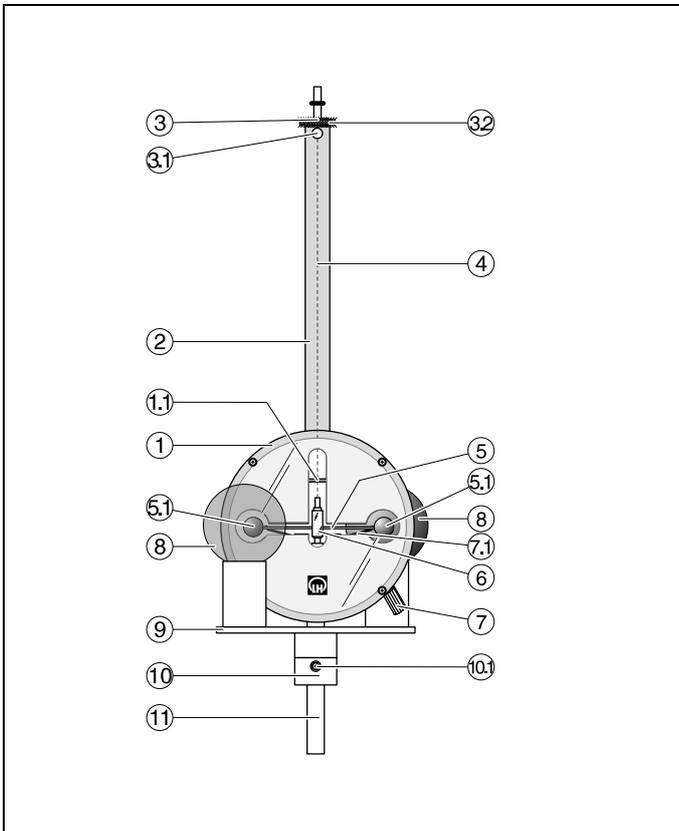

Fig.2
- Arretierschrauben ⑦ für das Schwingungssystem - siehe Fig. 2 - erst lösen, wenn das Gerät ordnungsgemäß montiert und in Versuchsposition gebracht ist.
Rändelschraube (3.1) - siehe Fig. 2 - zur Fixierung des bei Lieferung vorjustierten Torsionskopf nur dann geringfügig lockern, wenn nach ordnungsgemäßer Montage der Drehwaage bei deren Inbetriebnahme eine Feinjustierung des Nullpunktes erforderlich sein sollte.
Madenschraube (3.2) - siehe Fig. 2 - zur Fixierung des Pendelhalters nur lösen beim Austausch des Torsionsbandes gemäß Abschnitt 4.
- Do not unscrew the oscillating system's locking screws ⑦ - see Fig. 2 - before the device has been correctly assembled and brought into position.
The knurled screw (3.1) - see Fig. 2 - for fixing the torsion head (preadjusted on delivery) is only to be slightly loosened if a fine adjustment of the zero point proves necessary on putting the correctly-assembled torsion balance into operation. The grub screw (3.2) - see Fig. 2 - for fixing the pendulum holder is only to be loosened when replacing the torsion band as described in section 4.
## 2 Beschreibung, technische Daten, Lieferumfang (siehe Fig. 2)
## 2 Description, technical data, scope of supply (see Fig. 2)